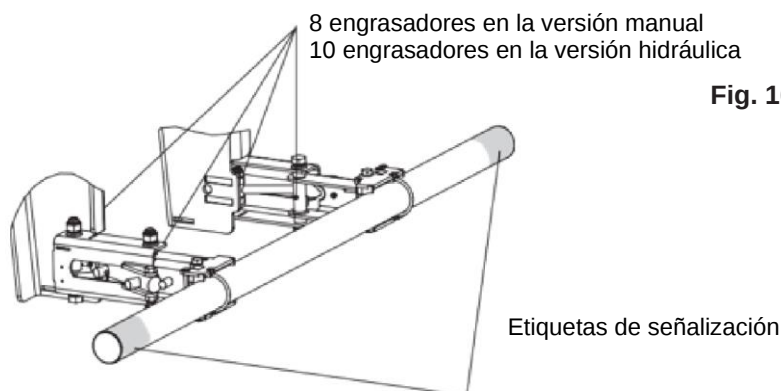

Fig. 16
- Pegue las etiquetas de señalización en el producto (véase fig. 16).